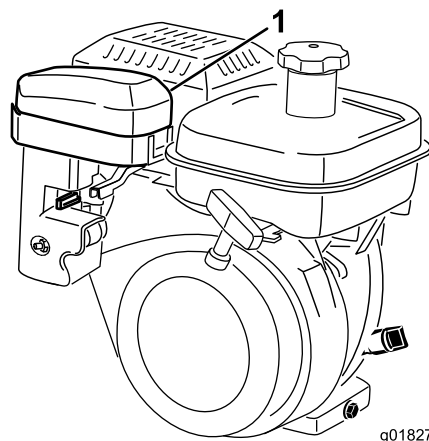
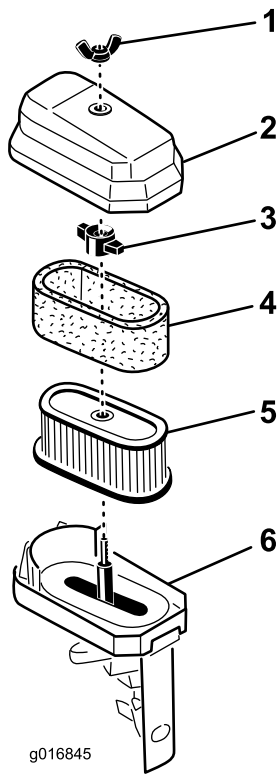

Figura 36
Figura 37
3. Pulite il coperchio (Figura 36 e Figura 37).
4. Se l'elemento in schiuma sintetica è sporco, toglietelo dall'elemento di carta (Figura 37) e pulitelo come indicato di seguito.